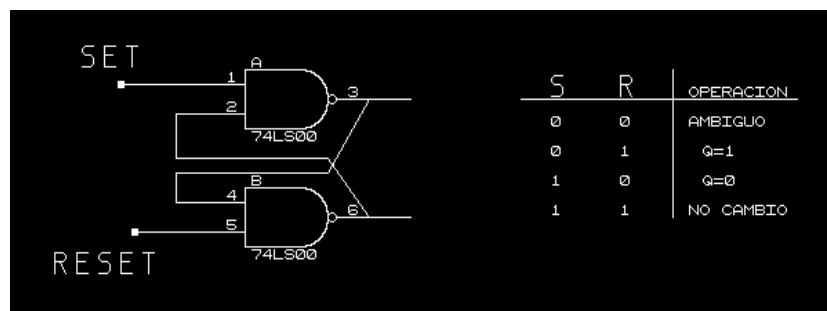

Fig.1
1. Construya un latch SET/RESET con compuertas NAND tal como se muestra en la fig.1.